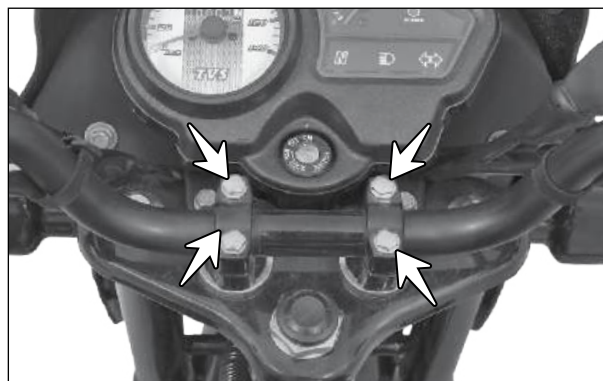

Fig. 2.79
- Solte os parafusos de fixação do suporte do guidão (setas) do conjunto do guidão. (Fig. 2.79)